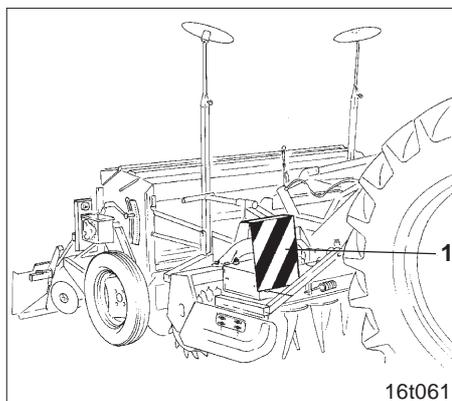
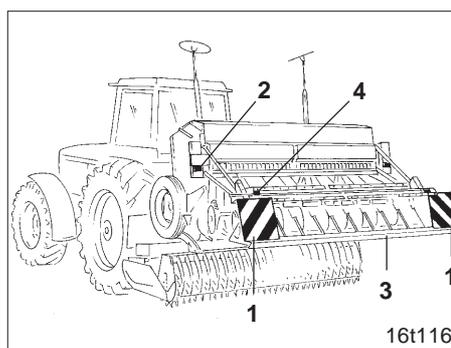

Fig. 18.1
Fig. 18.2
- Sur les outils tractés, fixez à l'avant (fig. 18.1/1) et à l'arrière (fig. 18.2/1), les panneaux de signalisation striés rouge et blanc. La distance au sol, mesurée à partir du rebord supérieur du panneau de signalisation, ne doit pas dépasser 1,5 m au maximum. Fixez les panneaux de signalisation à 10 cm au maximum de l'extrémité de la machine
- Dans le cas où l'outil de préparation de sol est transporté avec un semoir, fixez l'éclairage amovible normalisé réglementaire dans les portes-lanternes du semoir et ce dans l'emplacement haut pour l'éclairage agissant dans le sens de l'avancement et en bas pour l'éclairage arrière ! L'illustration (fig. 18.2/2), montre l'éclairage à poste fixe qui ne doit pas être retiré pour les travaux dans le champ. Cet éclairage est fourni avec deux feux arrière (fig. 18.2/4) et deux cataphotes qui doivent être fixés sur le recouvreur FlexiDoigts.
- Les doigts du FlexiDoigts qui dépassent à l'arrière doivent être recouverts par la cornière de sécurité (fig. 18.2/3) (accessoire) !